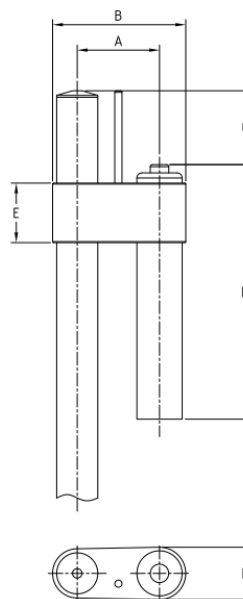

Fig. 1 – Desen orientativ
Dispozitivul, **Fig.1**, este de tip portabil, pentru utilizare atât în interior cât și în exterior și este constituit dintr-o sondă pentru detectarea câmpului electric de tip capacitiv, pentru indicarea prezenței / absenței tensiunii.
- Cu sonda pregătită pentru utilizare și corect poziționată, apropiindu-vă cu vârful prăjinii la o distanță D de zona supusă verificării (conform cu schema din fig.1 din EA0499), la o valoare a tensiunii fază – pământ U_{pg} , cuprinsă în limitele $:0,45 U_{nmin} \leq U_{pg} \leq 0,1 U_{nmax}$ ⁽²⁾ trebuie să apară indicarea clară a prezenței tensiunii. La aceeași distanță, dar cu o valoare a tensiunii mai mică decât 45% U_{nmin} trebuie să se obțină indicarea clară a absenței tensiunii.
- Sonda (fig.1) trebuie să fie compusă dintr-o carcasă din material electroizolant, higroscopic, adecvat pentru utilizarea în mediu extern, în interiorul căruia sunt părțile de circuit pentru identificarea câmpului electric și indicarea tensiunii, împreună cu bateria de alimentare. Carcasa trebuie să asigure izolarea sigură a părților interne (circuite, baterie) în cazul în care sonda vine în contact cu diferite părți, la tensiune nominală de utilizare.